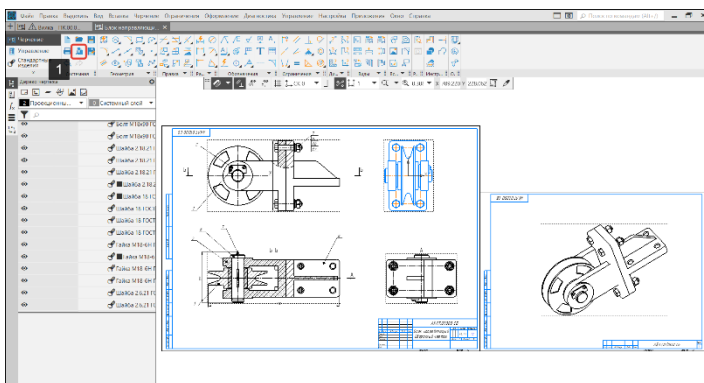

Рисунок 422 – Вызов команды Предварительный просмотр
Вызов команды: Панель Системная – Команда Предварительный просмотр (1) (Рисунок 422)